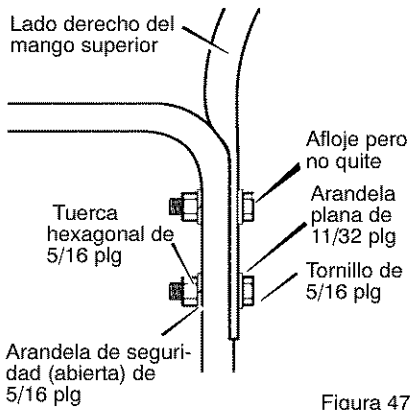

Figura 47
3. Afloje pero no quite los tornillos, arandelas planas, arandelas de seguridad y tuercas hexagonales que se encuentran en los agujeros superiores del mango inferior. Vea la Figura 47.